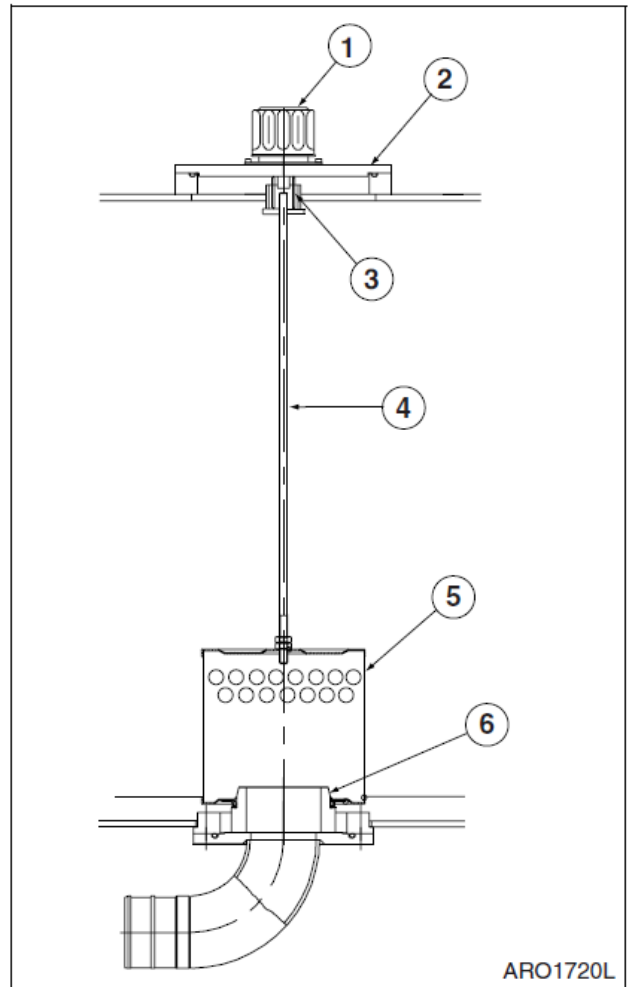

Рис. 88
4. Вращая крышку сапуна (1, рис. 88) стравить сжатый воздух из гидравлического бака.
6. Осторожно снять болты и крышку (2, рис. 88) с верхней части бака гидравлического масла. Под крышкой находится пружина (3), которая выталкивает крышку вверх.
7. Извлечь пружину (3, рис. 88) и сетчатый фильтр (5), потянув за стержень (4).
9. Установить сетчатый фильтр (5, рис. 88) на утолщенную часть всасывающей трубы.
11. Установить пружину (3, рис.88) на стержень (4) и собрать крышку (2).